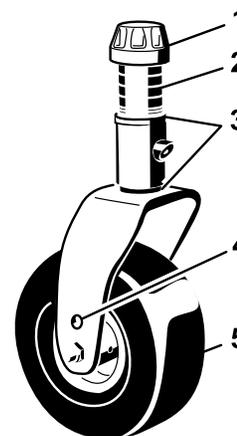

Bild 73
1. Entfernen Sie die Spannkappe von der Spindelwelle und ziehen die Spindel aus dem Laufradarm heraus (Bild 73).